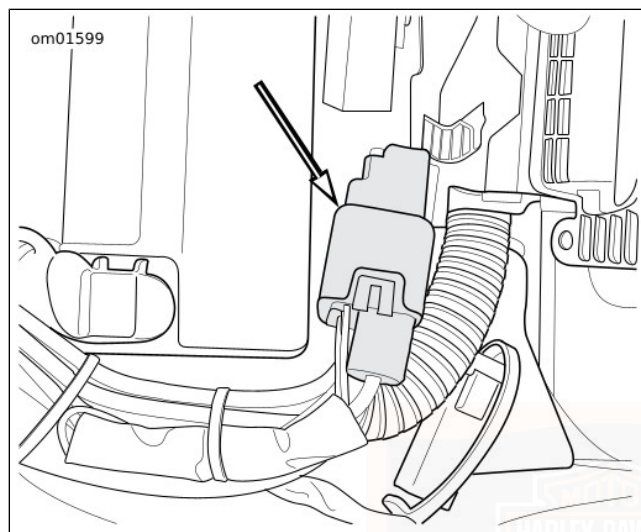

Figura 51. Posizione del pannello fusibili
2. Vedere Figura 51. Tirare via il coperchio dal pannello fusibili.